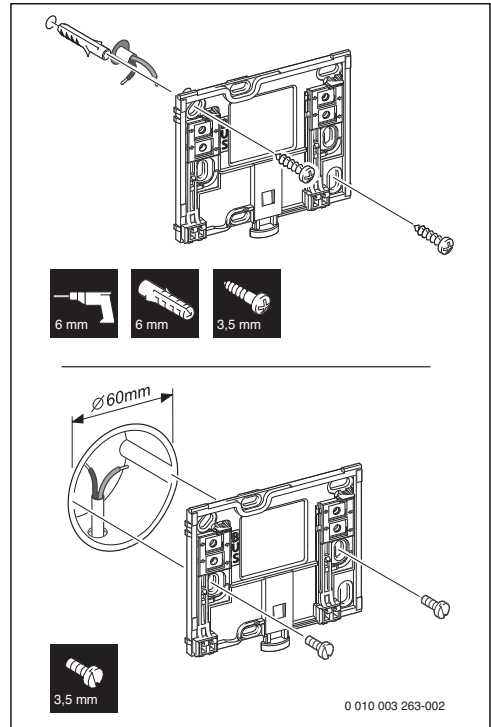

Bild 4 Installation des Sockels
- Sockel an einer Wand installieren (→ Bild 4).